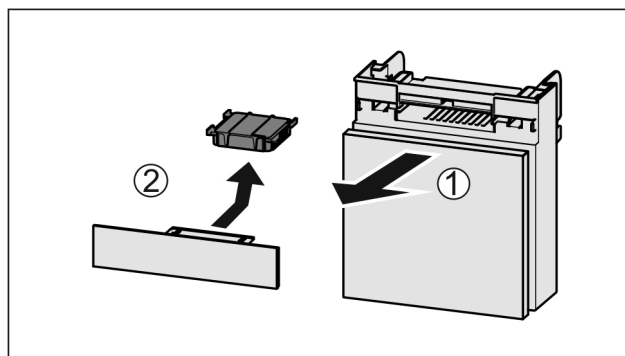

Fig. 122
- ▶ Extraire le compartiment par l'avant Fig. 122 (1).
- ▶ Sortir le filtre à charbon actif Fig. 122 (2).